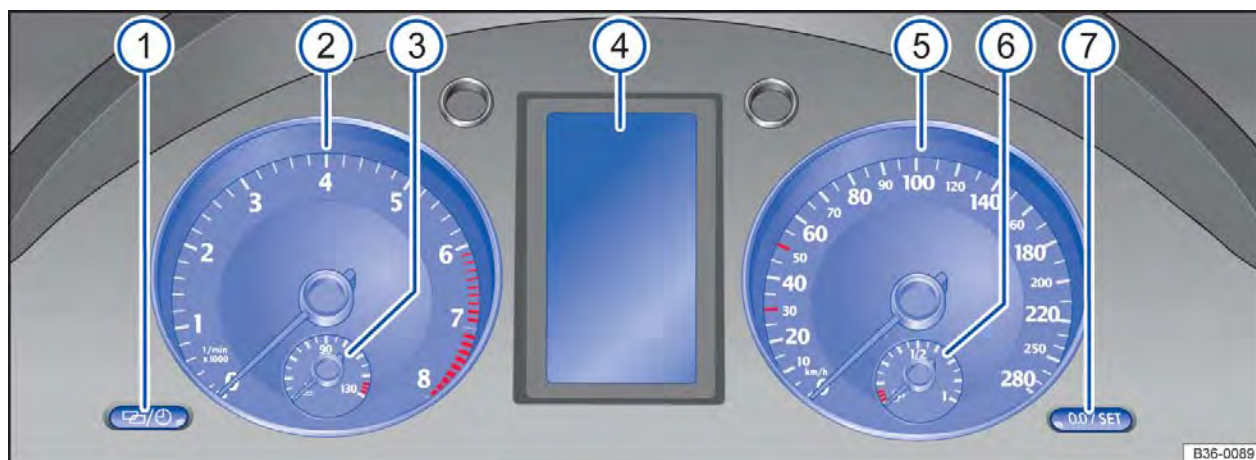

Fig. 11 Instrumento combinado do painel de instrumentos.
Significado dos instrumentos ⇒ Fig. 11:
Conforme a versão do veículo, é possível visualizar diferentes informações no display do instrumento combinado ⇒ Fig. 11 ④:
O indicador do evento de serviço aparece no display do instrumento combinado ⇒ Fig. 11 ④.